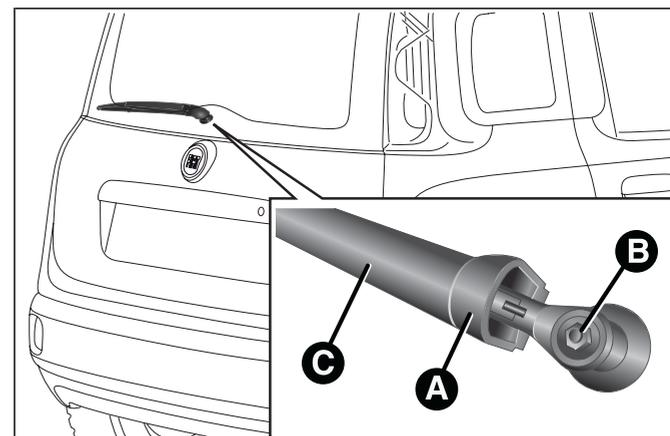

fig. 156
- soulever le couvercle A fig. 156, dévisser l'écrou B et retirer le bras C ;